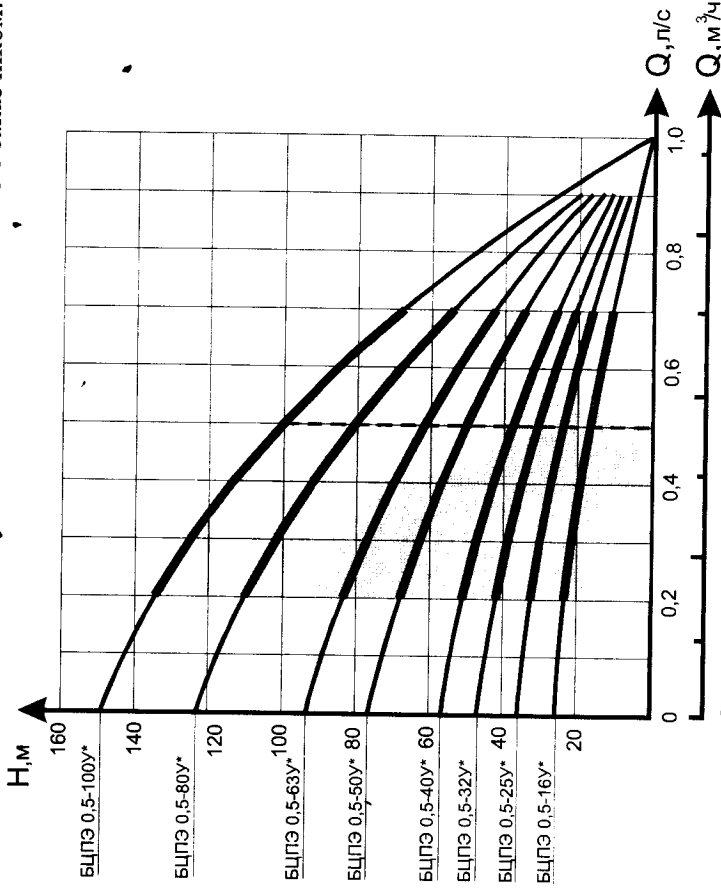

Рис. 2
- соединить электронасос с помощью переходников с напорным трубопроводом не менее 1 дюйма (см. рис. 4) для обеспечения объемной подачи (см. рис. 2);